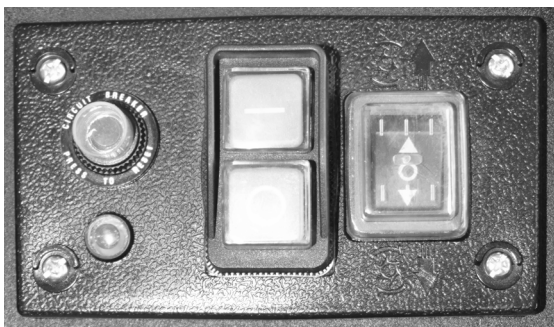

Fig. 11
Premere il pulsante verde „I” dell'interruttore di accensione/spengimento (on/off) (Fig.11).
Premere il pulsante rosso „O” dell'interruttore di accensione/spengimento (on/off) (Fig.11).
2. Premere l'interruttore „I” (interruttore verde) per far funzionare l'apparecchio (Fig.11).